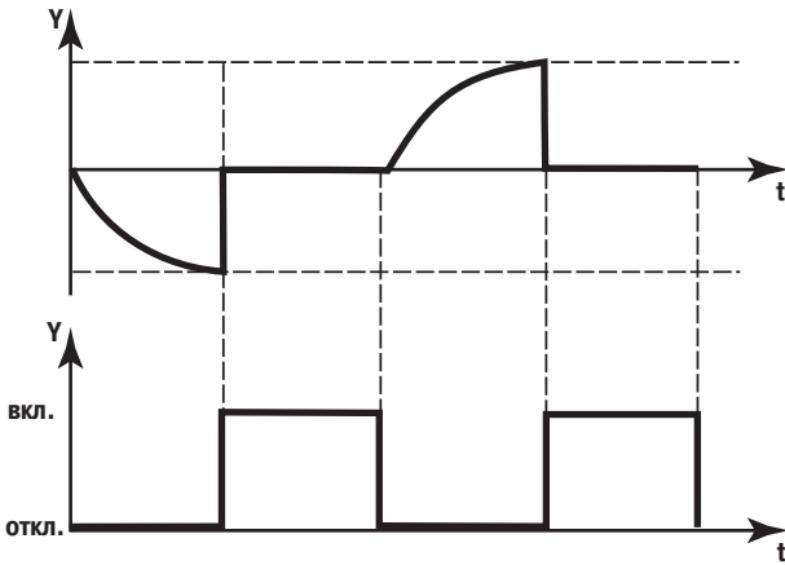

Рисунок 3.5
3.2.1.2 **Устройство контроля состояния тиристора** анализирует состояние тиристоров на протяжении всей работы блока (рисунок 3.5). Устройство контроля перехода через ноль и устройство контроля состояния тиристора синхронизируют работу устройства обработки сигналов.